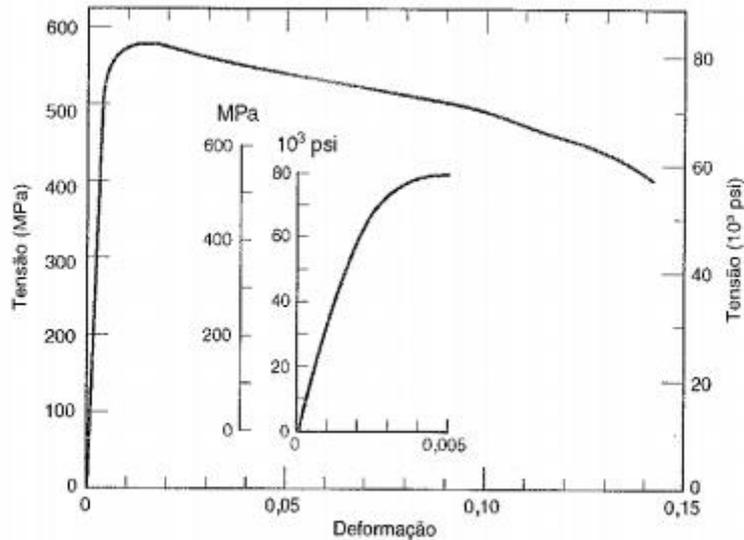

Fig. 6.21 Comportamento tensão-deformação em tração para um aço carbono simples.
**2).** A figura a seguir (Fig. 6.21) mostra o comportamento tensão-deformação de engenharia em tração para uma liga de aço.